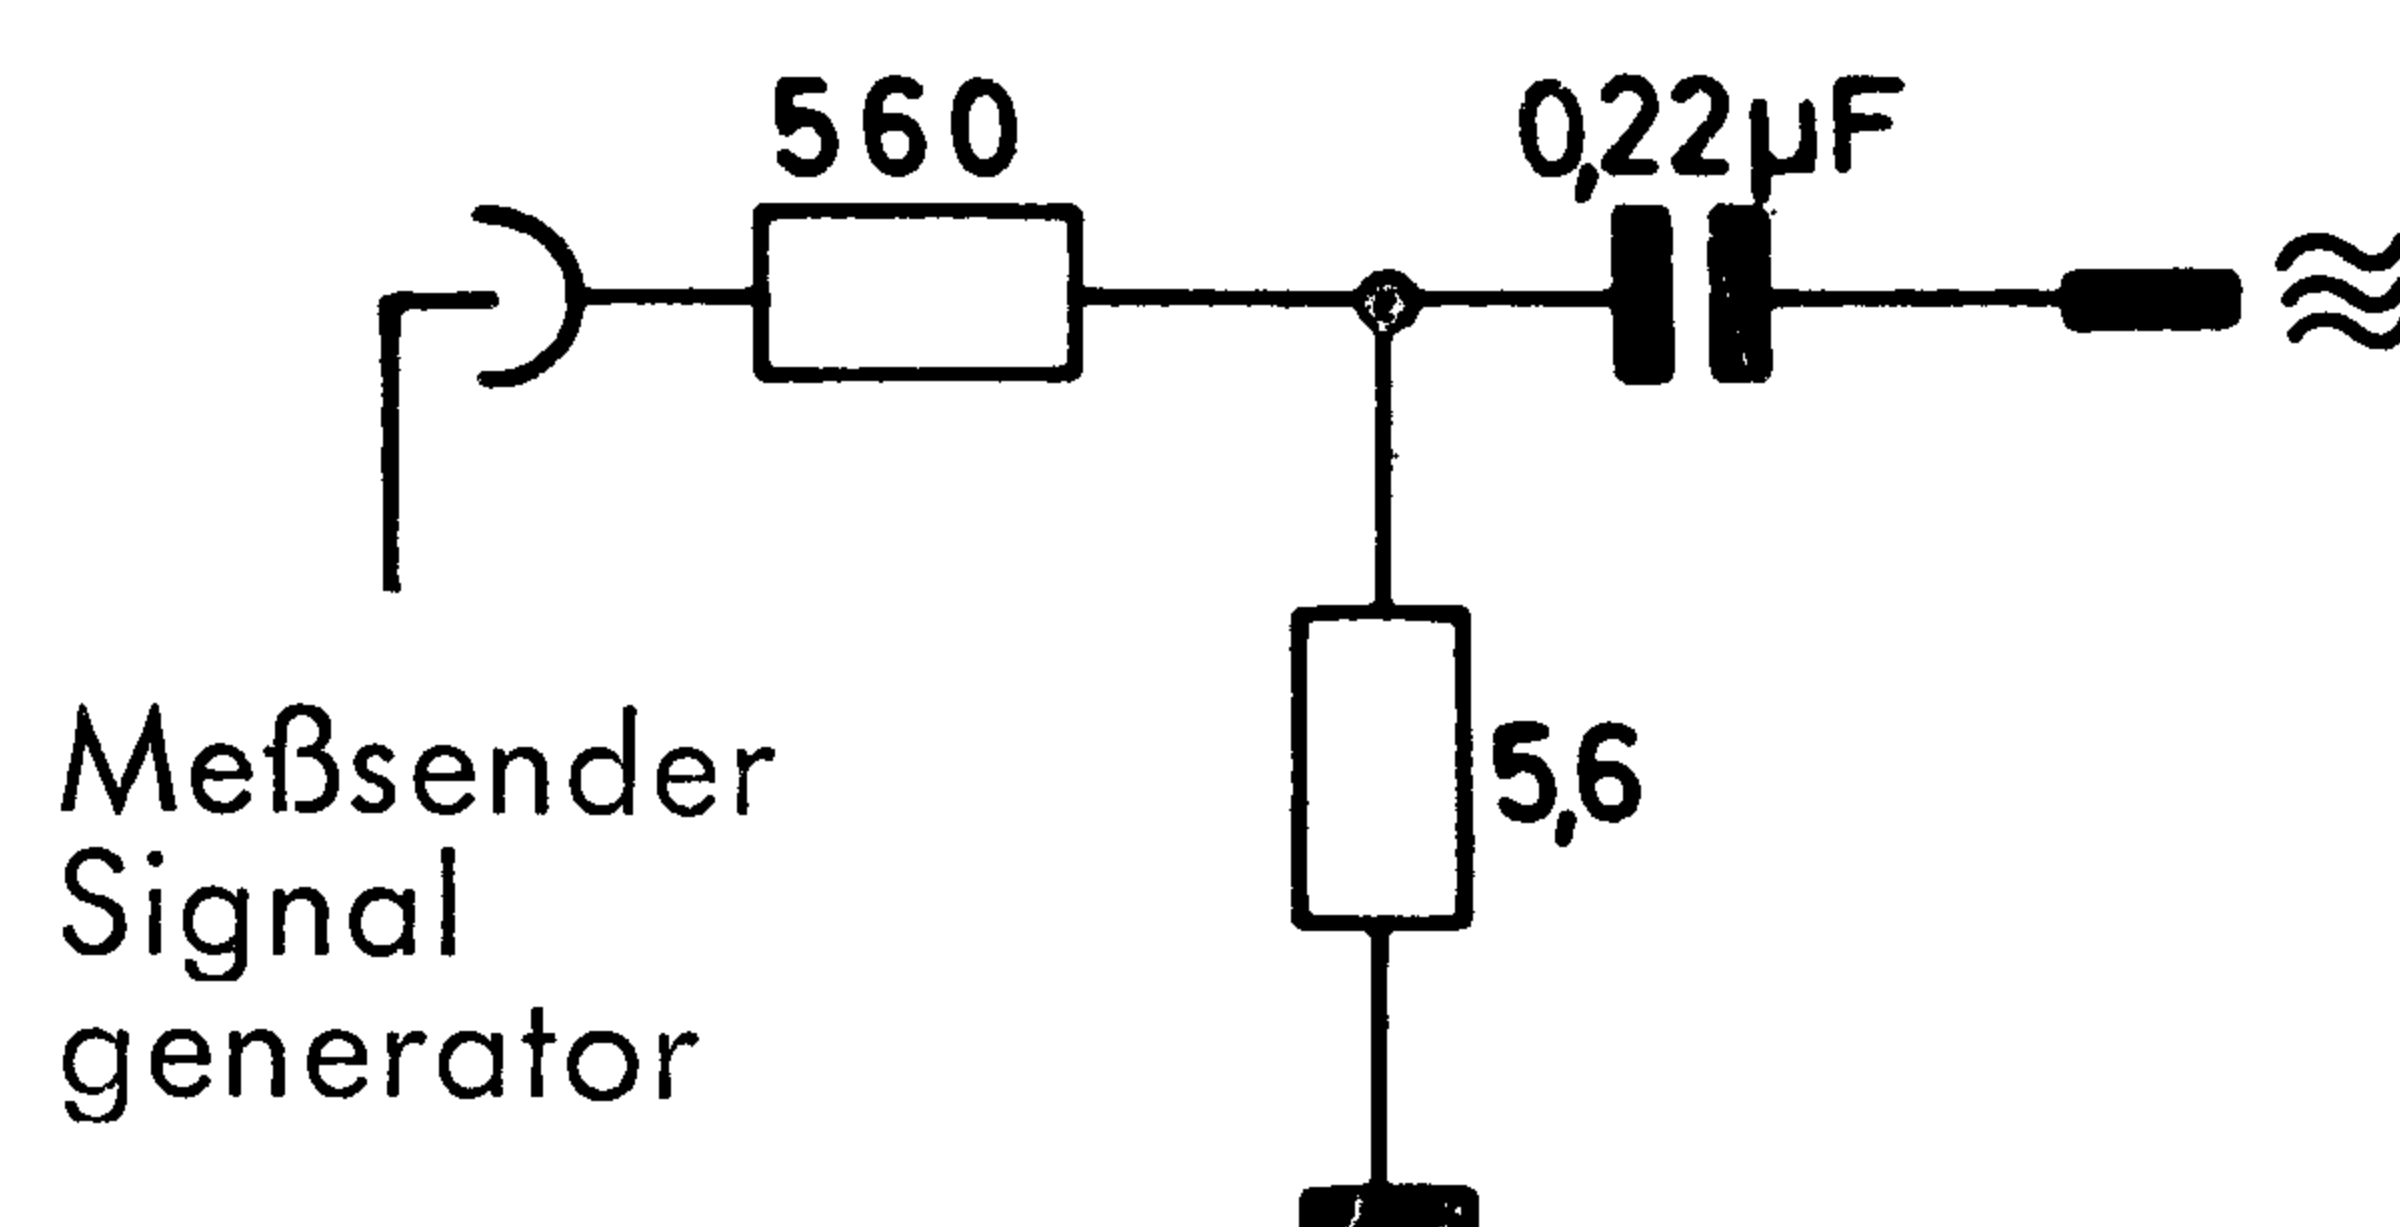

Fig. 9
6. Beim AM-Abgleich künstliche Antenne, Fig. 9 verwenden.
6. For AM alignment use dummy antenna, see fig. 9.
über Spannungsteiler/via voltage divider Fig. 9